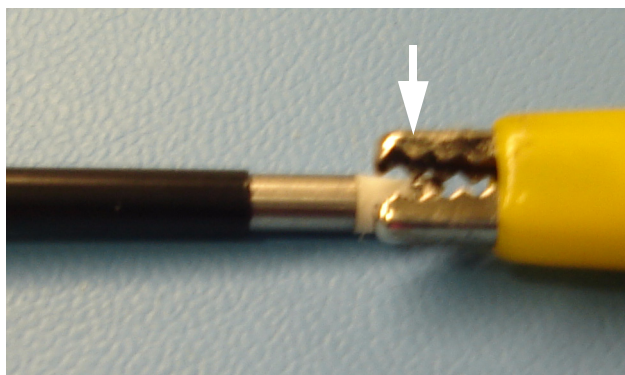

図 4
7. 電気外科用アナライザのアクティブ入力テストリードを SERFAS Energy プロープのアクティブ出力に接続します (図 4 参照)。